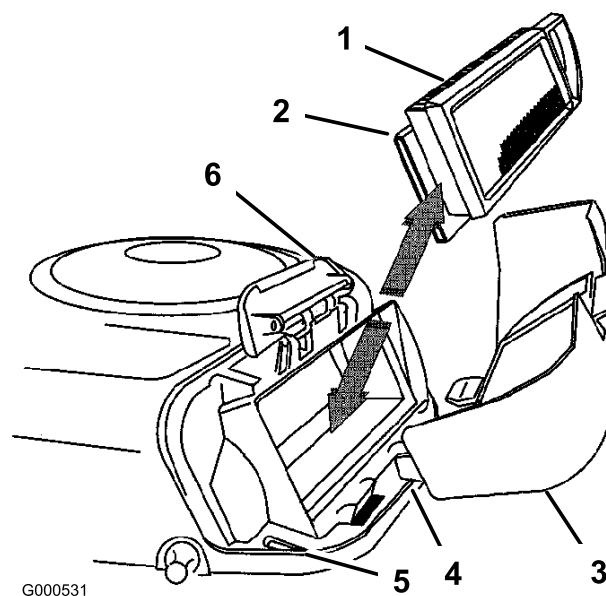

Figura 31
5. Deslice cuidadosamente el filtro de papel y el filtro de gomaespuma para retirarlos de la carcasa del soplador (Figura 31).
2. Alinee las pestañas de la tapa del limpiador de aire con las ranuras de la carcasa del soplador (Figura 31). Enganche el asa en la tapa y empuje hacia abajo el asa para fijar la tapa.